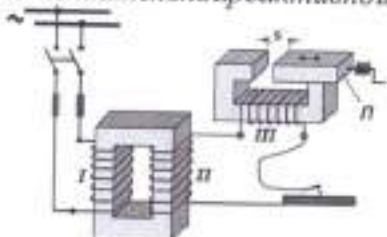
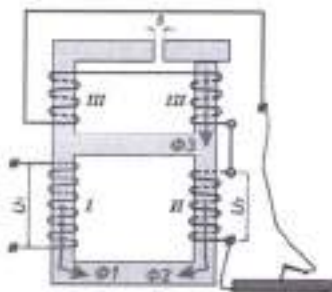

Рис. 3. Схема сварочного трансформатора типа СТЭ 34. I, II, III – первичная, вторичная и реактивная обмотки;
Рис. 4. Схема сварочного трансформатора типа СТН
2. Трансформаторы с нормальным магнитным рассеиванием и дополнительной реактивной обмоткой (СТЭ, РСТЭ, СТН) (Рис. 3, Рис.4).